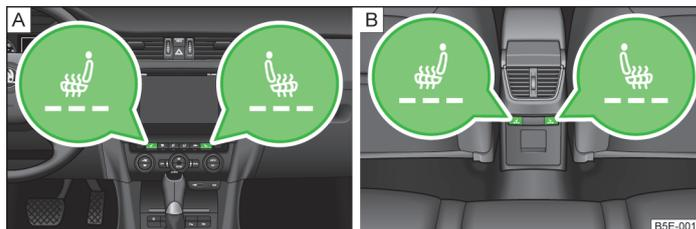

Abb. 48 Heizung: Vordersitze / Rücksitze
- » Die Taste **[H]** bzw. **[C]** » Abb. 48 drücken.
Durch einmaliges Drücken wird die Heizung auf die höchste Intensität - Stufe 3 geschaltet, die durch das Aufleuchten der drei Kontrollleuchten unterhalb der Taste » Abb. 48 - **[A]** bzw. in der Taste » Abb. 48 - **[B]** angezeigt wird.